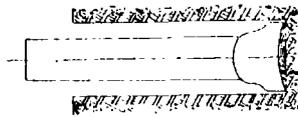

图4
1. 月牙形钎头，由于呈弧形，兩角突出，凿岩时，打击力均匀的集中于兩角，岩石所受單位面积冲击力，較一字形平刃钎头大，这是他比一字形优越的地方。但正由于是弧形，剋削岩石就依靠兩支角，因此当钎子在炮眼內剋削一周后，逐漸在炮眼底形成一突出的岩块（2—4公厘），如图4所示。